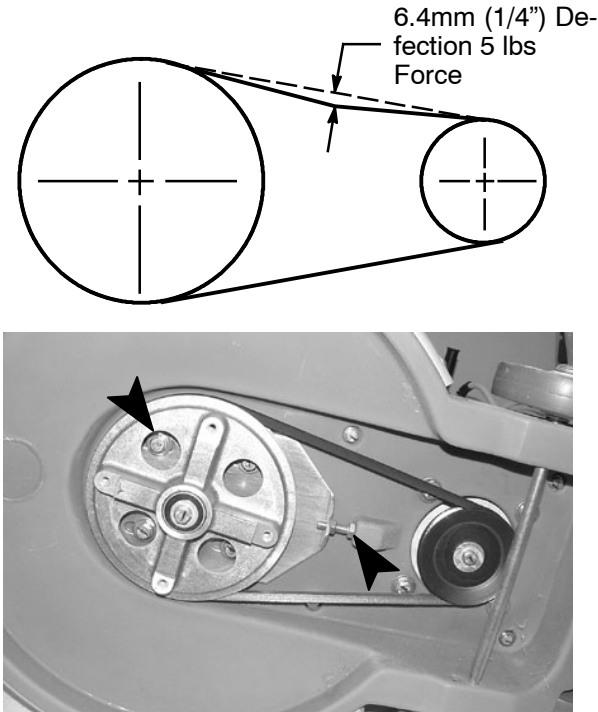

图 6
7. 每月传动带张度。要张紧传动带：取下软垫驱动器，松开软垫驱动器滑轮架上的4个六角螺丝。找到张紧螺栓，松开锁紧螺母，把张紧螺栓顺时针方向拧，直至传动带张紧，再拧紧锁螺母。（图6）